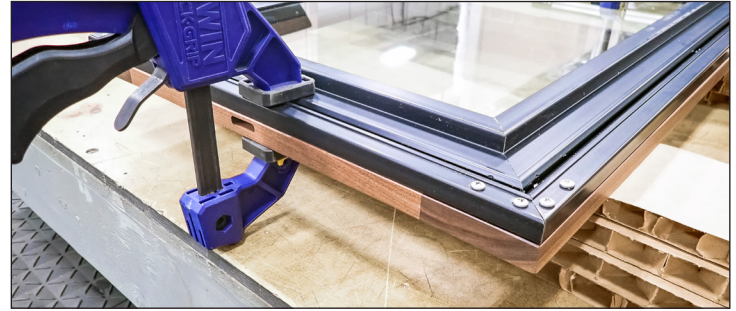

Abb. 6 Die mittig angebrachte Aussparung in der Verkleidung muss sich am oberen Ende der Tür befinden.
4. Die Tür mit der Vorderseite nach unten zeigend auf die Verkleidung legen. Anschließend die Tür und die Verkleidung aneinander ausrichten. Siehe Abb. 6.
Siehe Abb. 6.